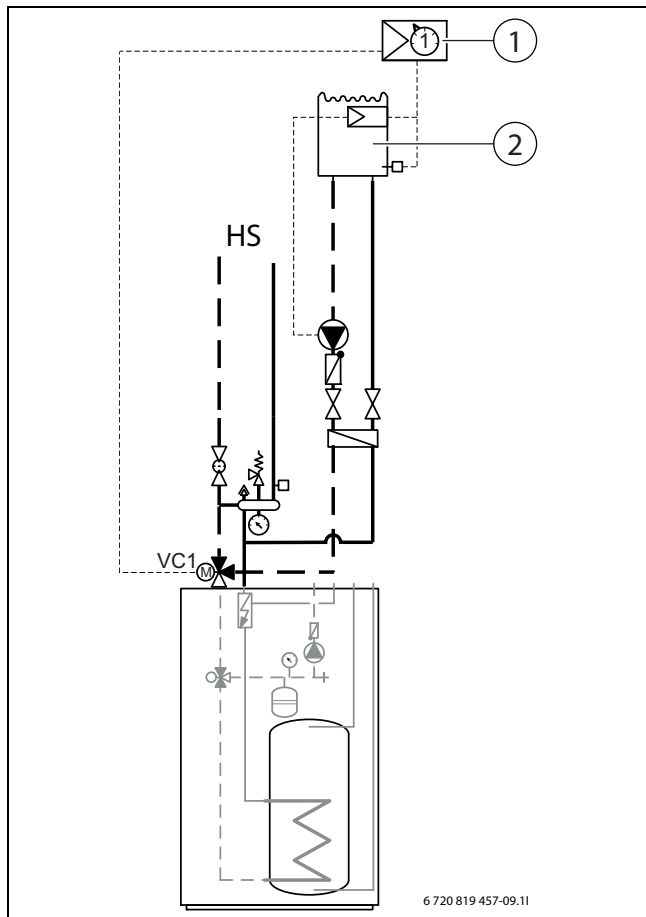

Fig. 24 Visualización de ejemplo para la instalación de piscina
- ▶ Montar el mezclador de piscina en el retorno a la unidad interior (→ [VC1] fig. 24).